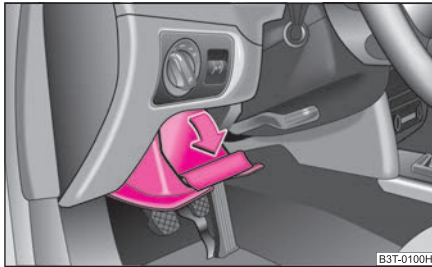

Abb. 93 Schalttafel: Ablagefach auf der Fahrerseite
- Das Ablagefach wird durch Anheben des Griffes und Aufklappen in Pfeilrichtung ⇒ Abb. 93 geöffnet.